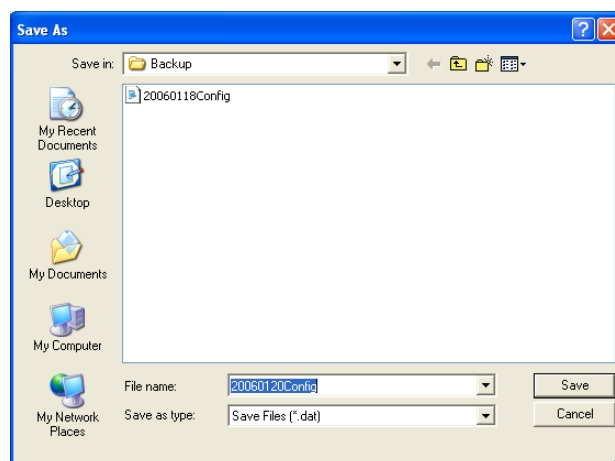

Abbildung 8.22: Fenster "Save configuration file as"
- 1 Klicken Sie vom Hauptmenü auf die Schaltfläche Save configuration file. Daraufhin erscheint das folgende Fenster (siehe Abbildung 8.22).
Der vorgegebene Dateiname richtet sich nach dem auf der PC-Uhr eingestellten Datum (siehe Abbildung 8.22).